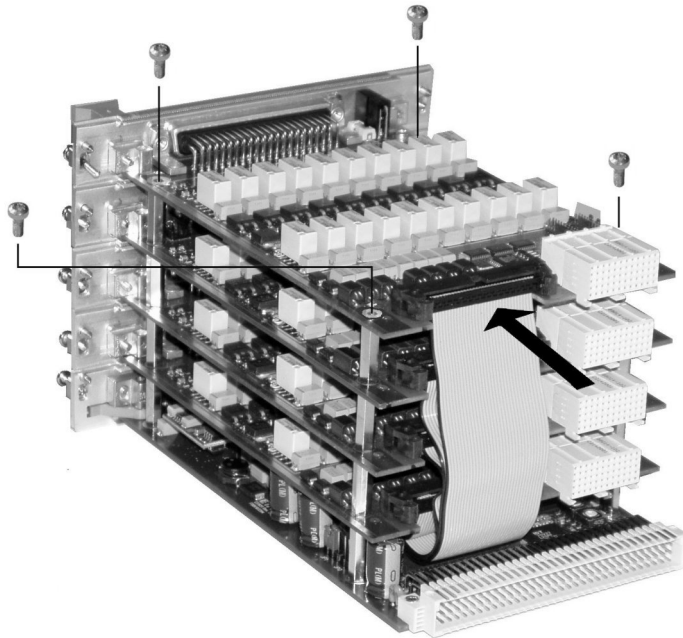

Abb. 5-8 Montage des letzten I/O-Moduls
- Montieren Sie das letzte I/O-Modul wie oben beschrieben - die Befestigung erfolgt jedoch mit vier Schrauben (siehe Abb. 5-8 auf Seite 33).